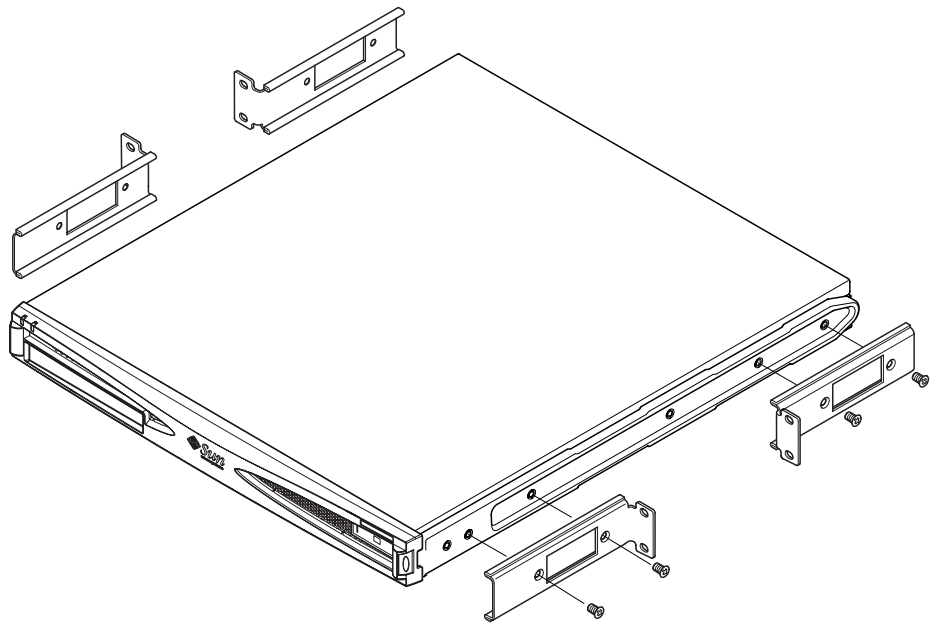

ABBILDUNG 5-11 Anbringen der nicht verstellbaren Montagehalterungen
2. Entfernen Sie jeweils die erste, dritte und vierte Befestigungsschraube aus den Kunststoffführungen für die Einbauschiene an beiden Seitenwänden des Geräts (siehe ABBILDUNG 5-11).
Verwenden Sie dazu die mitgelieferten Kreuzschlitz-Senkschrauben. Siehe ABBILDUNG 5-11, aber bringen Sie die hinteren Halterungen noch *nicht* an.